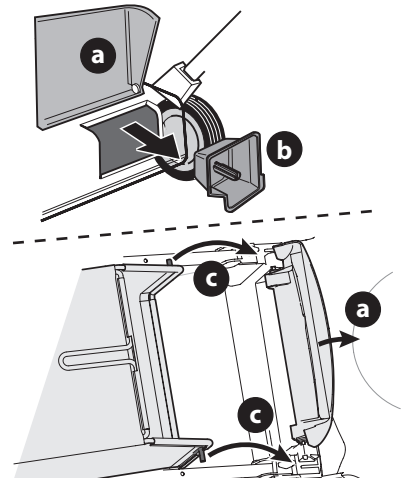

Figura 17
2. Para acoplar el colector de césped siga los pasos a continuación (Figura 17):